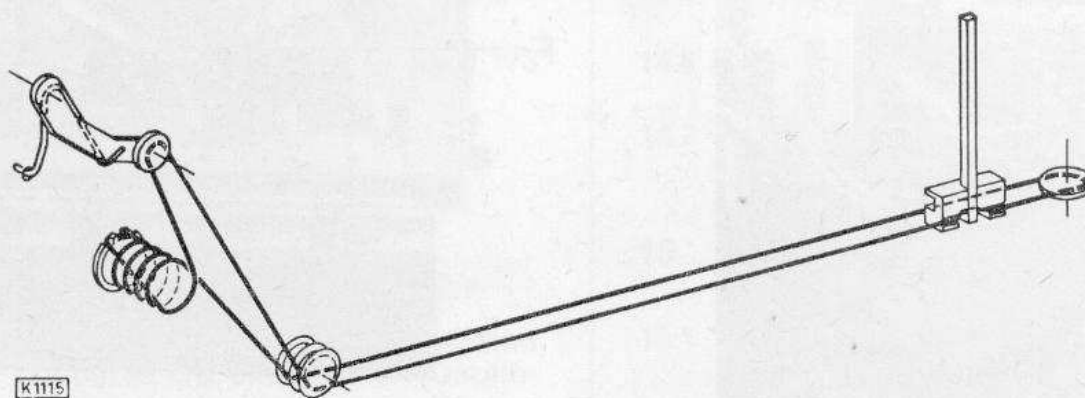

Fig. 4
- 8.2 Skalenseil (Länge ca. 0,8 m) nach Fig. 4 auflegen.
- 8.2 Place new dial cord (length appr. 0.8 m) as shown in fig. 4.